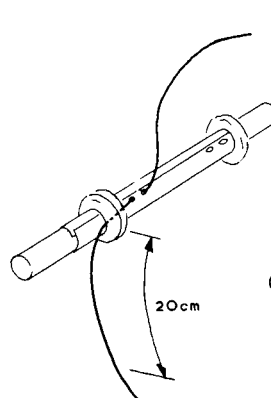

Fig. B14
12. Steek één uiteinde van de draad door twee gaatjes in het isolatiepapier en trek dit uiteinde 20 centimeter onder de rubbertule door (fig. B14).